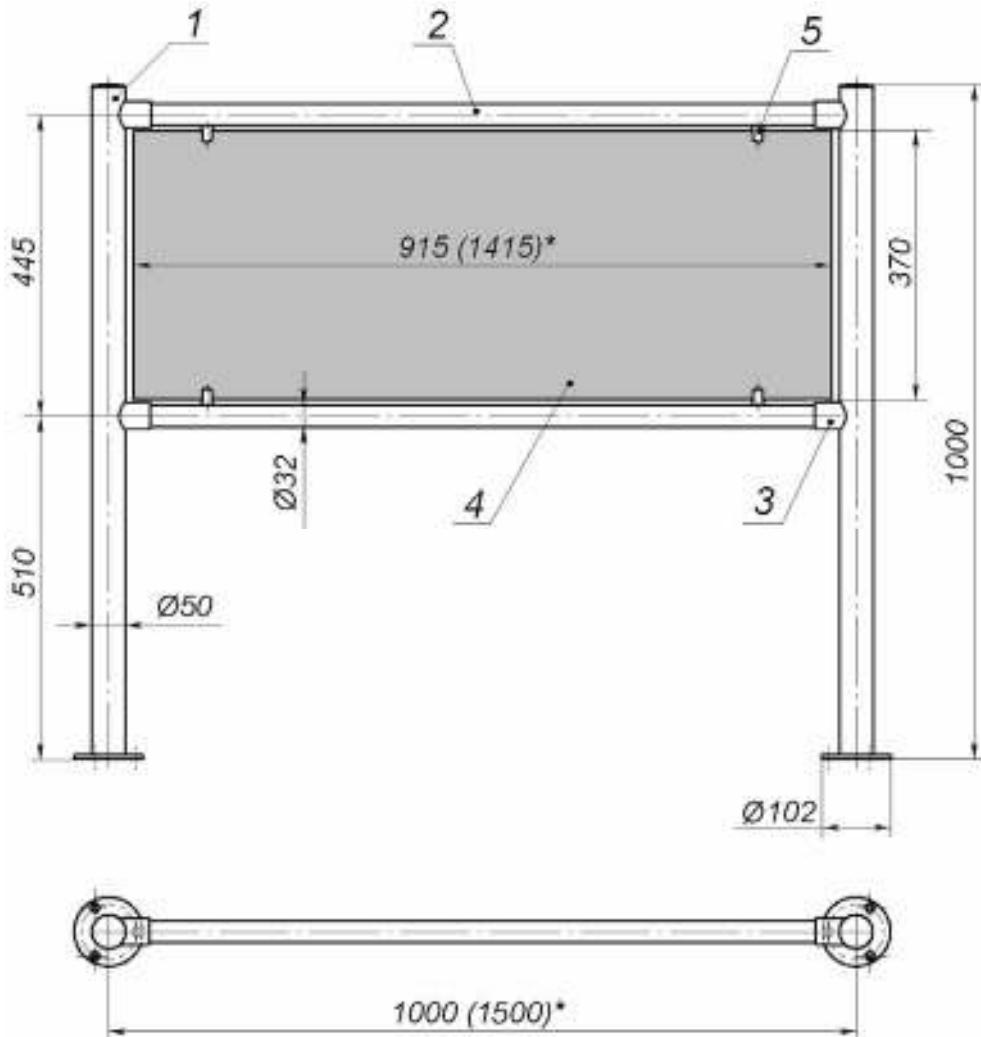

Рисунок 1 Стационарная секция ограждения с заполнением:
- **Стационарная секция ограждения** с заполнением (см. рисунок 1) или без заполнения (см. рисунки 2 и 3), предназначенная для ограничения зоны прохода или оформления интерьера. Заполнение может изготавливаться из тонированного стекла или полимерного материала.